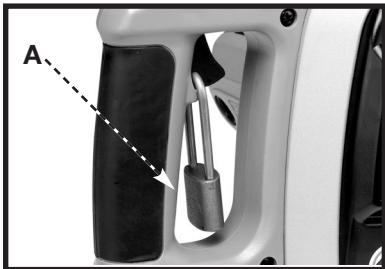

Fig. 4
IMPORTANTE: Cuando la sierra de los ingletes no es adentro uso, el interruptor se debe bloquear en la posición de "Off" usando una Fig. 4 del padlock (A) con 3/16" grillo del diámetro.
Estos seco-cortó la sierra del metal tiene una interna del colector de los escombros (A) Fig. 4. Cuando los escombros cubren la mitad de la ventana, quite la cubierta para vaciar el colector.